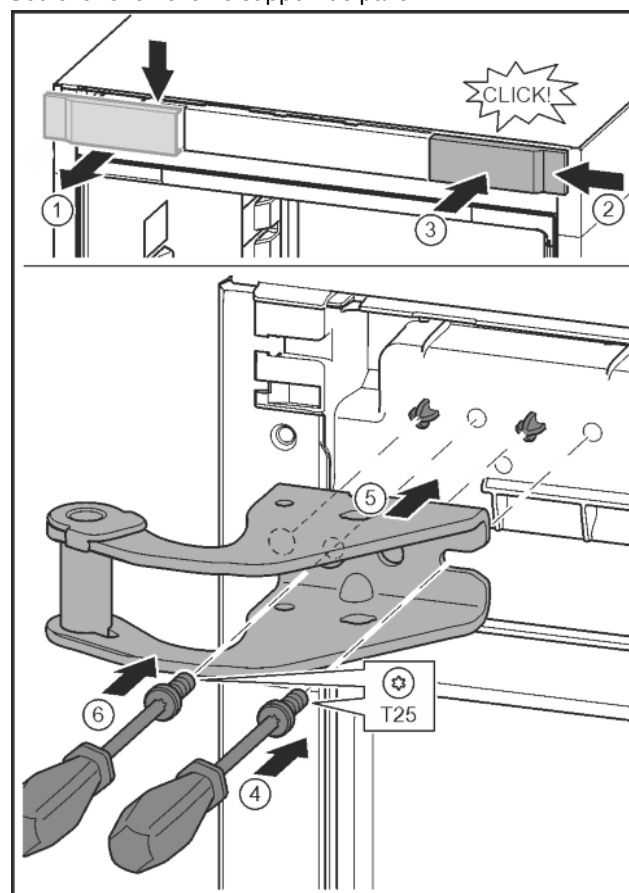

Fig. 14
- Libérer le cache et le retirer latéralement. Fig. 14 (1)
- Accrocher le cache tourné de 180° de l'autre côté à droite. Fig. 14 (2)
- Encliqueter le cache. Fig. 14 (3)
- Mettre en place la vis avec un tournevis T25. Fig. 14 (4)
- Mettre en place le support de palier supérieur. Fig. 14 (5)
- Serrer la vis. Fig. 14 (4)
- Mettre en place la vis avec un tournevis T25 et la serrer. Fig. 14 (6)